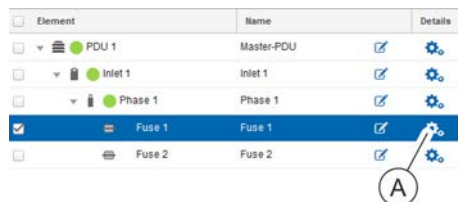

Abb. 182: Details des Elements "Fuse <Nr.>" aufrufen
2. ➤ In der Registerkarte "Status" die Details der betreffenden Sicherung (Element "Fuse <Nr.>") aufrufen (Abb. 182/A).